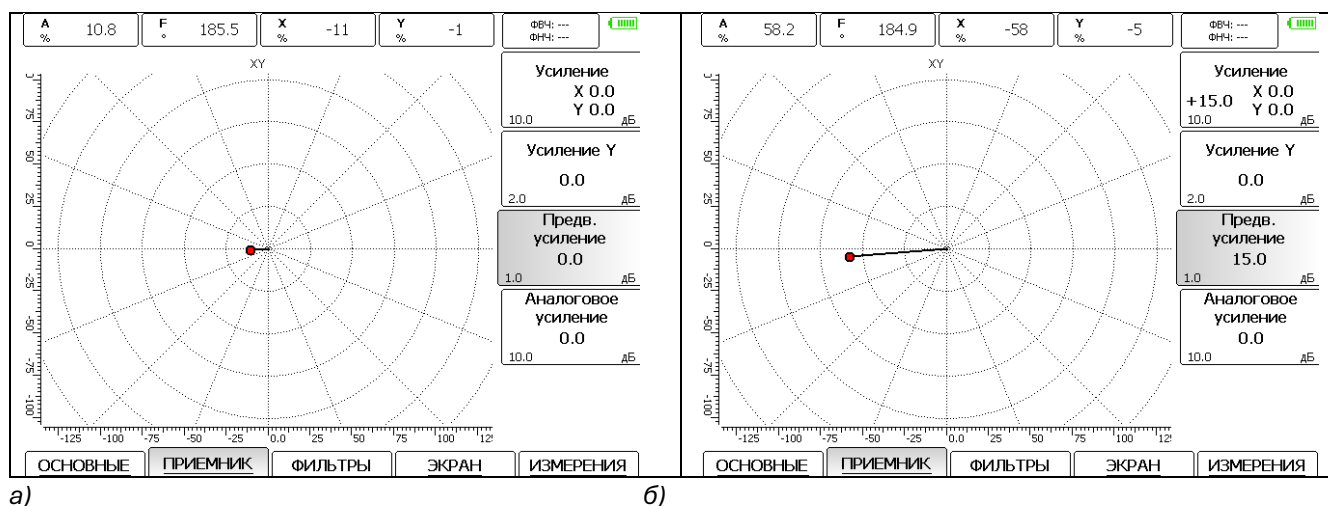

Рис.2-7 Вид экрана прибора после балансировки на образце
- Поставьте преобразователь на бездефектное место образца из нужного металла и нажмите балансировку , затем поднимите преобразователь в воздух (рис.2-7а)